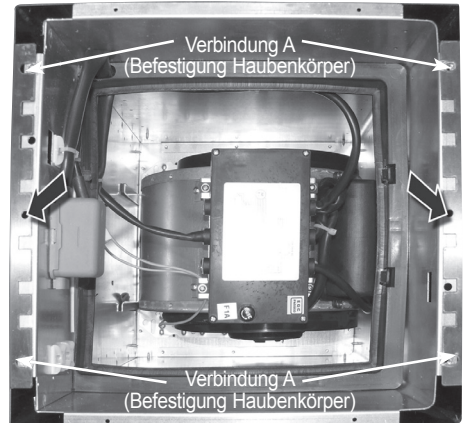

Abb. 20: Hier (schwarze Pfeile) werden die beiden beiden Schrauben (17) an der Unterseite des Motorblocks (12) eingesetzt, um den Grundschaft (3) zu befestigen.
Der Grundschaft (3) wird dann mit 2 Schrauben 3,5x10 mm (17) an der Unterseite des Motorblocks befestigt (Abb. 20).
Der Haubenkörper muss nun mit 4 Schrauben M5x20 mit Zahnscheibe (13) befestigt werden (Verbindung A) (Abb. 20, 23).